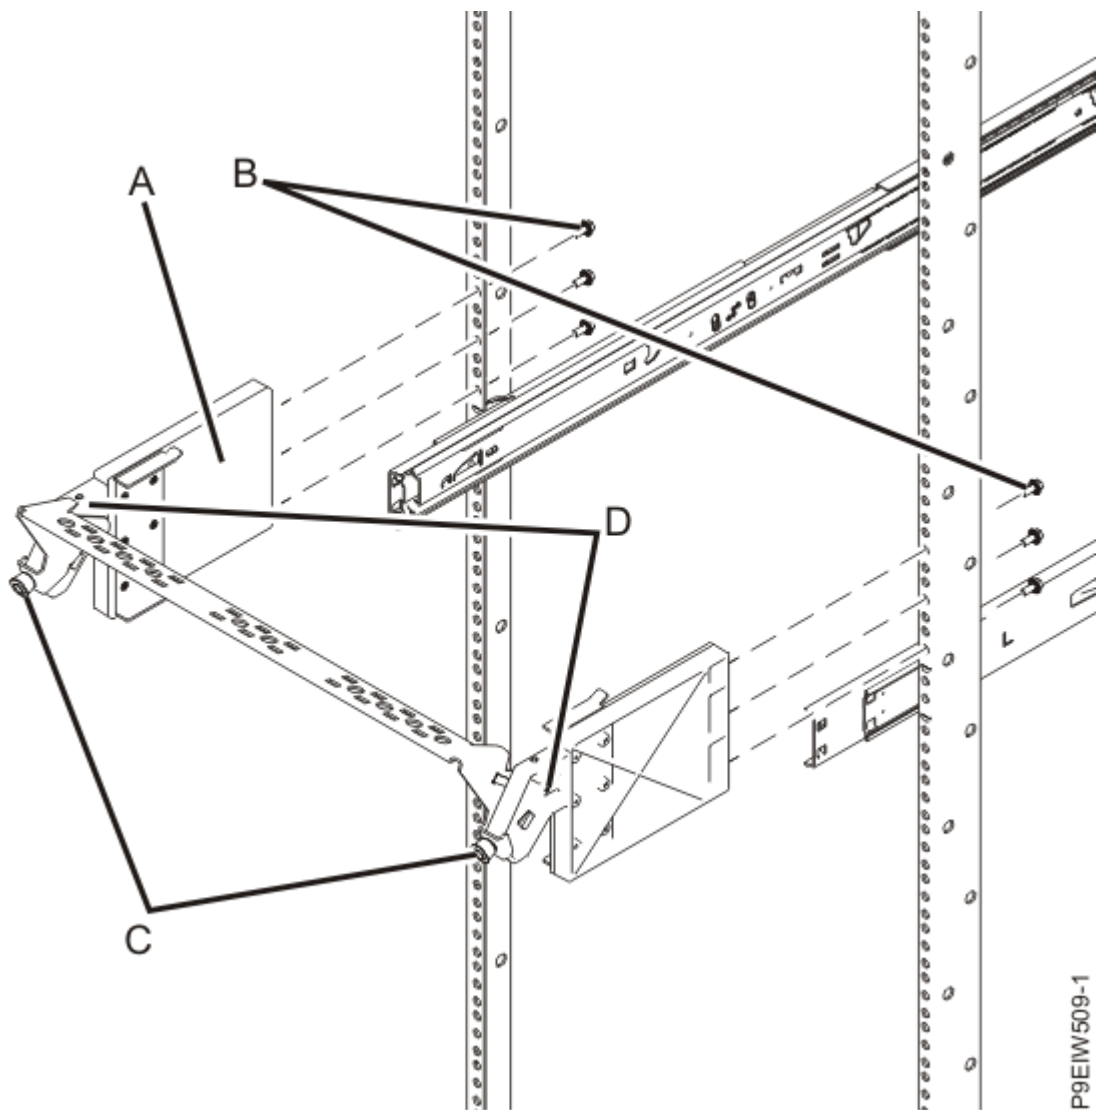

Figure 12. Raccordement du crochet de routage des câbles à l'armoire
3. Assemblez le crochet de routage des câbles en fixant la barre de routage des câbles aux crochets de routage des câbles à l'aide de deux vis M3 (**D**), comme illustré à la Figure 12, à la page 15.
- b. Depuis l'intérieur de l'armoire, installez trois vis (**B**) en les faisant passer par les brides d'armoire et en les insérant dans le crochet de routage des câbles (**A**), comme illustré à la Figure 12, à la page 15.
5. Ajustez le crochet de routage des câbles en fonction de vos besoins en retirant les vis moletées (**C**) et en inclinant le crochet de routage des câbles, comme illustré à la Figure 12, à la page 15.